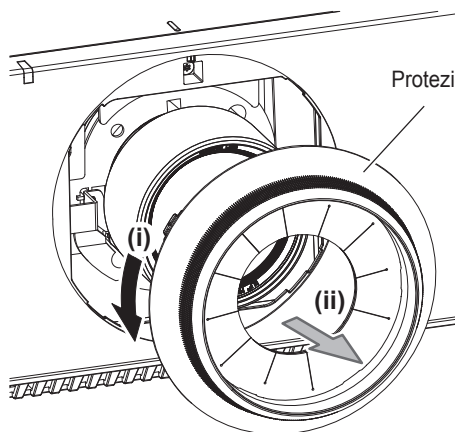

Fig. 1
- 1) Ruotare la protezione per l'attacco dell'obiettivo in senso antiorario e rimuoverla. (Fig. 1)
- 1) **Rimuovere la protezione per l'attacco dell'obiettivo e allineare la guida dell'obiettivo di proiezione alla relativa scanalatura del proiettore e inserire l'obiettivo fino a fine corsa. (Fig. 1)**